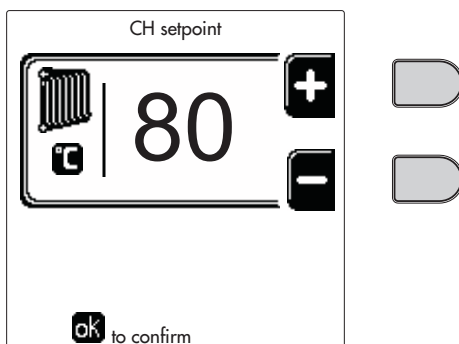
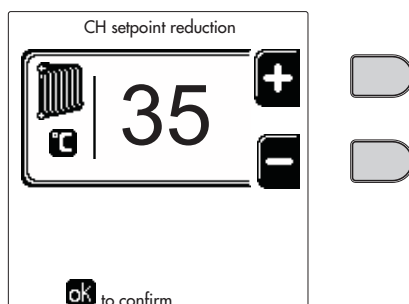
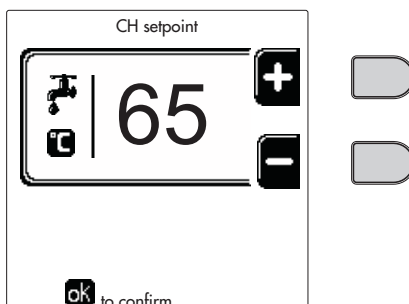
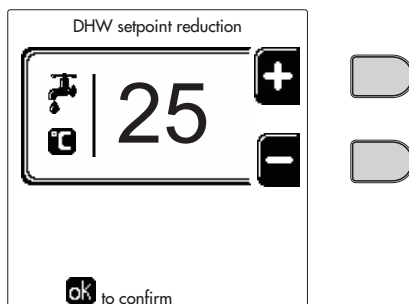

fig. 12
fig. 13
fig. 14
fig. 15
- **ON**. În caz de cerere Încălzire/Apă caldă menajeră, centrala funcționează la Temperatura de reglare Încălzire/Apă caldă menajeră (fig. 12/fig. 14) setată.
- **re**. În caz de cerere Încălzire/Apă caldă menajeră, centrala funcționează la Temperatura de reglare redusă. Temperatura Redusă se obține scăzând valoarea Temperaturii de reglare reducere (fig. 13/fig. 15) din Temperatura de reglare Încălzire/Apă caldă menajeră (fig. 12/fig. 14) setată.